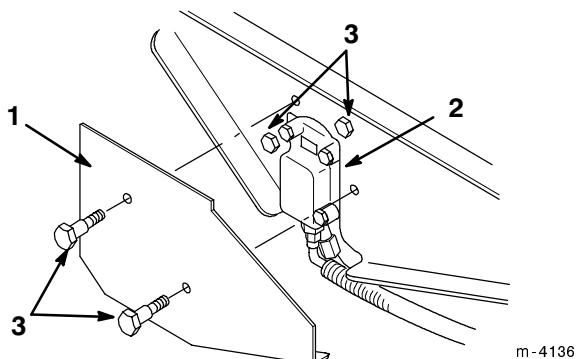

Abbildung 19
1. Die beiden Schrauben entfernen, mit denen die seitliche Schutzplatte befestigt ist, und die Platte abnehmen (Abb. 19).
2. Die beiden Schrauben entfernen, mit denen das Hydraulikmotorgehäuse befestigt ist (Abb. 19)